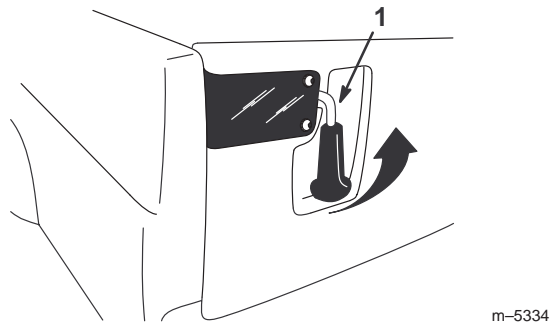

Bild 13
1. Heben Sie die Riegelgriffe an, um die Riegel der hinteren Bordwand zu öffnen (Bild 13). Diese schnappen dann in Richtung der Mitte der hinteren Bordwand aus. Senken Sie die Bordwand langsam ab.